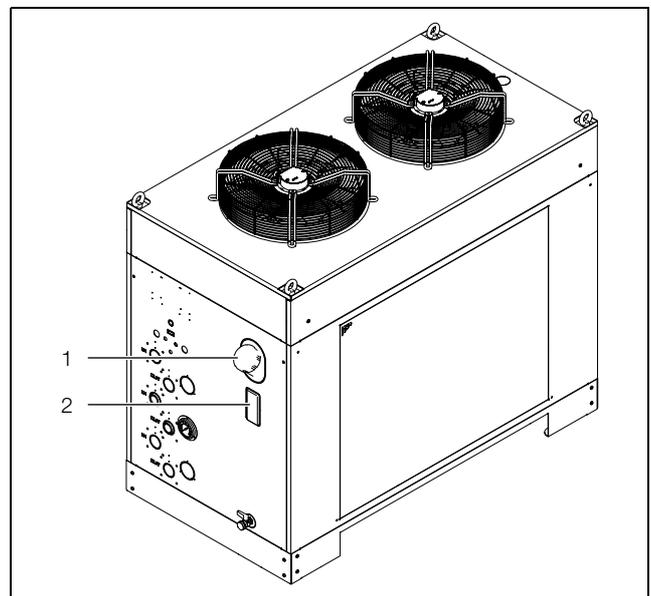

Рис. 16: Заполнение охлаждающей жидкости
- Залейте охлаждающую жидкость через штуцер (рис. 16, поз. 1) в бак чиллера.
- Проконтролируйте уровень жидкости в баке через проем в обшивке (рис. 16, поз. 2).